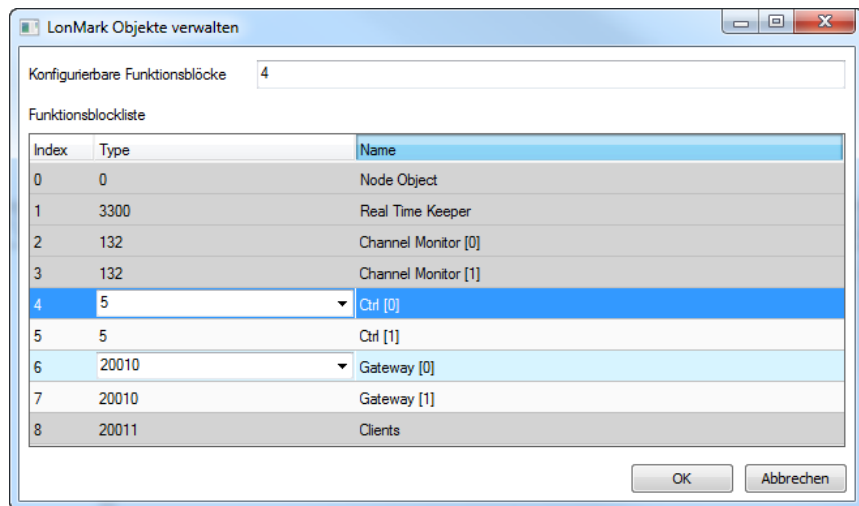

Abbildung 117: LONMARK-Objekte verwalten.
1. Wählen Sie das Menü **Werkzeuge → LonMark Objekte verwalten ...**. Der Dialog **LonMark Objekte verwalten** erscheint, wie in Abbildung 117 gezeigt.